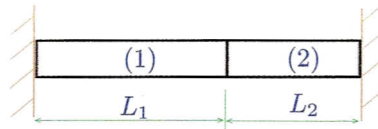

Figura 2: Barras bajo el efecto de un aumento de la temperatura
- Las dos barras pegadas de la Figura 2, cuya sección transversal es de área A , están pegadas a dos muros rígidos. A la temperatura ambiente inicial las barras están libres de esfuerzos. La barra (1) tiene un coeficiente de expansión térmica α_1 y un módulo de elasticidad E_1 , en tanto que la barra (2) tiene un coeficiente de expansión térmica α_2 con módulo E_2 ; tanto α como E se asumen aproximadamente constantes en función de la temperatura para las